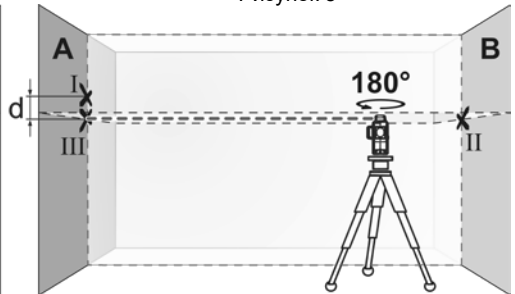

Рисунок 7
3.5.6 Поверніть прилад на 180° , не змінюючи його висоту. Спрямуйте його на стіну «А» таким чином, щоб вертикальна лазерна лінія проходила через раніше позначену точку «I». Зачекайте, поки промінь автоматично вирівнюється, та позначте точку «III» на стіні «А», в якій перетинаються лазерні лінії (дивіться рисунок 7).